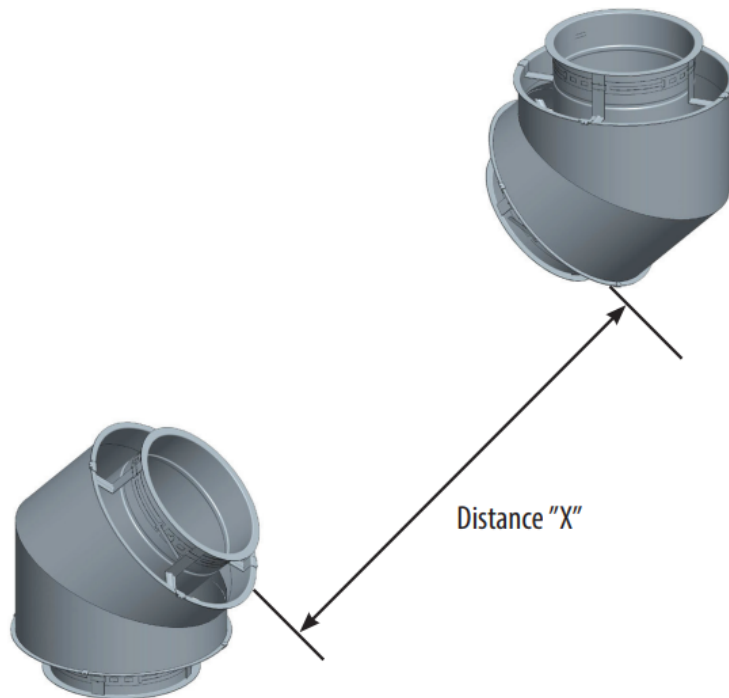

Figure 13 - Étape 1 pour l'installation d'une longueur variable
**Étape 1** - Mesurez la distance X requise pour la longueur variable. Voir figure 13.